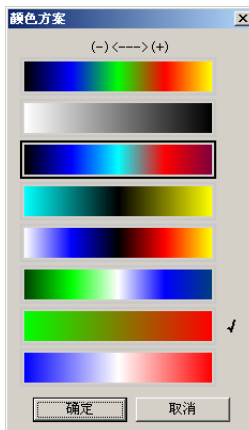

图 4.20 颜色方案
- 3、颜色方案：弹出颜色方案选择对话框设置等值线图和模拟化色谱的颜色方案（如图 4.20 所示）；